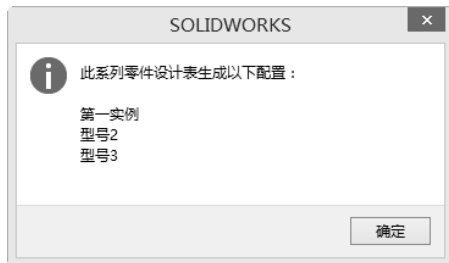

图 8-8 信息对话
- 8) 此时, 系统会显示一条信息, 列出所生成的型号, 如图 8-8 所示。